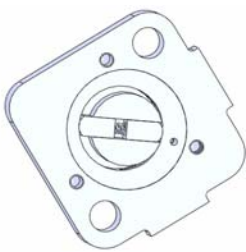

图 8-82 添加同轴心配对
- 43 打开基准轴显示，单击选择如图 8-82 左图所示的基准轴和圆，单击 【同轴心】按钮，单击 【确定】按钮，完成添加配合，如图 8-82 右图所示。